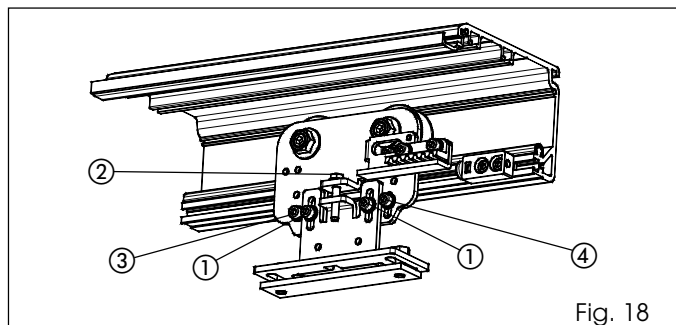

Fig. 18
- Allentare leggermente le due viti esagonali fig. 18 rif. ①.
- Agire sulla vite (fig. 18 rif. ②) in senso orario per alzare le ante oppure in senso antiorario per abbassare le ante.
- Allentare le due viti esagonali (fig. 18 rif. ③ e ④).
- Fare scorrere la vite di fig. 18 rif. ④ all' interno dell' asola, facendo in modo che la ruota di contropinta, durante il movimento del carrello, scorra sul profilo senza bloccarsi. Riscattare che sia possibile bloccare la ruota senza causare l'arresto del carrello.